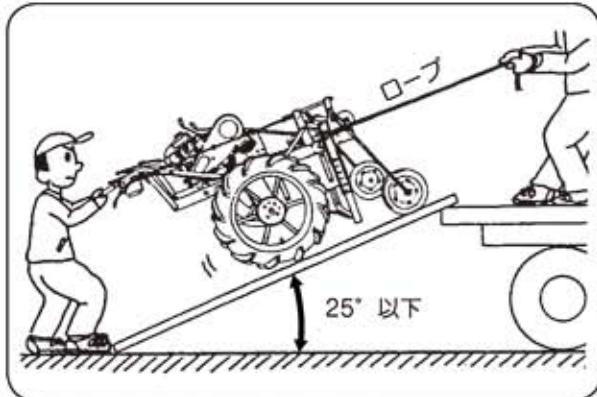

図13
- 1) 車への積み降ろしはアルミニウム板の角度が25°以上急傾斜にならない丈夫な板を使用してください。(図13)
- 5) 本機は移動時にバランスが変わります。積み降ろし時は2人作業で1人がロープ等で前方を引っ張って補助しながらおこなってください。(図13)